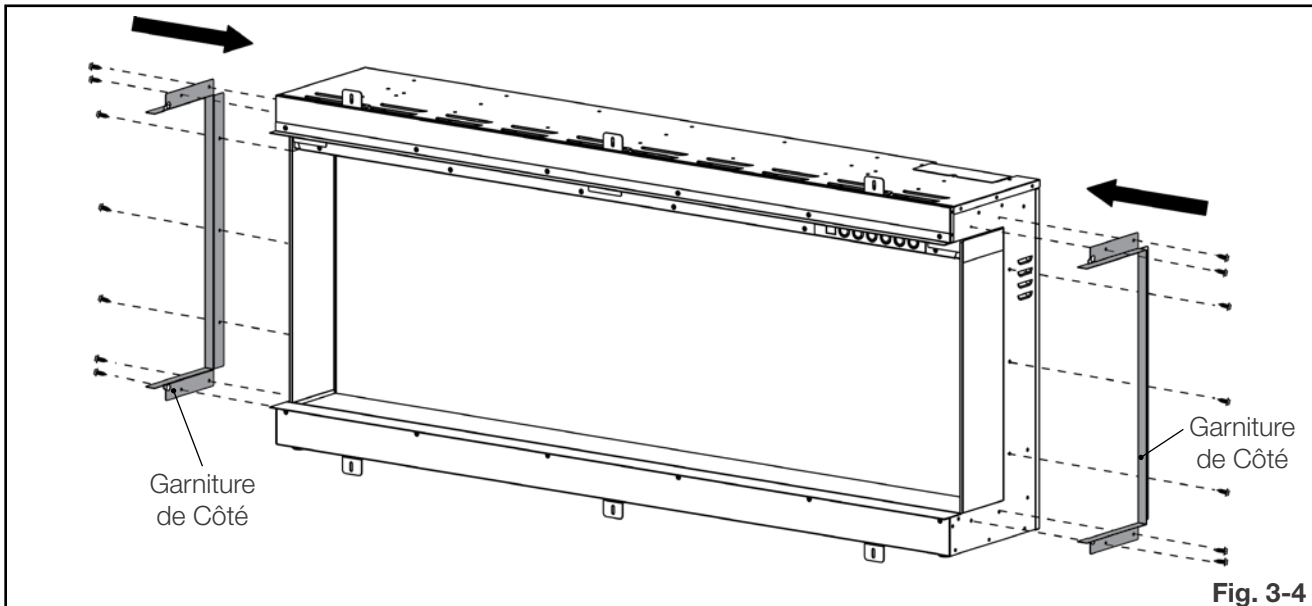

Fig. 3-4
1. Ré-sécurisez les deux garnitures de côté à l'aide des 14 vis précédemment enlevé (**Fig. 3-4**).